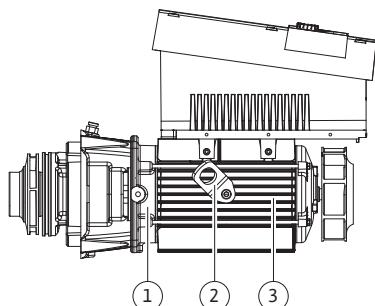

Fig. 13: Juego de introducción
Desde el punto de vista del montaje, el rodete (Fig. 6, pos. 6) y la linterna (Fig. 6, pos. 7) forman parte del juego de introducción (Fig. 13).